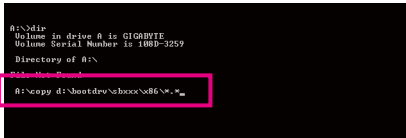

图1
- 3: 依所需SATA控制器的驱动程序输入以下指令，并请在指令后按<Enter>键(图1):